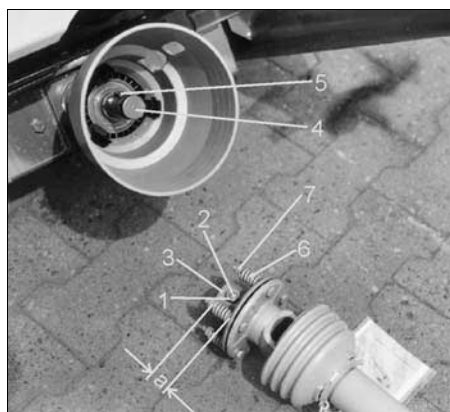

Fig. 41
Hvis man ofte skal skifte sikringsbolten mellem gaflen og flangen på indgangsakslene f.eks. ved traktorer med hydr. pto. aksel, anbefales Walterscheid-kardanakslene med friktionskobling (Fig. 41).
- Tilslutningsgafflen (Fig. 41/3) fedtes ind og stikkes på indgangsakslen (Fig. 41/4)
**Sørg for at kilen (Fig. 41/5) bliver fuldstændigt dækket til!**
- Kontramøtrikken (Fig. 41/1) i friktionskoblingens tilslutningsgaffel løsnes (indtil gevindstiften ikke mere rager ud over kontramøtrikken, gevindstiften (Fig. 41/2) med indvendig sekskant skrues ud og det kontrolleres, om tilslutningsgafflen er let at montere på indgangsakslen.
Specialkardanakslen sikres mod aksial forskydning, hertil skal gevindstiften spændes fast med en indvendig sekskantsnøgle og der låses med kontramøtrikken (Fig. 41/1).